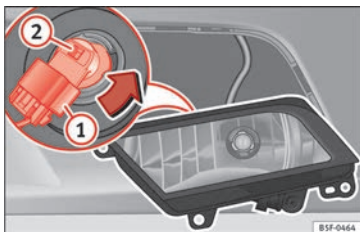

Fig. 216 Farol de nevoeiro.
- Retirar o conector » **Fig. 216 ①** da lâmpada.
- Rode o porta-lâmpadas » **Fig. 216 ②** para a esquerda e puxe.